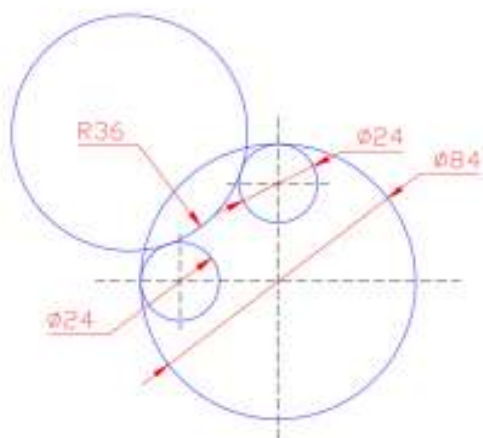
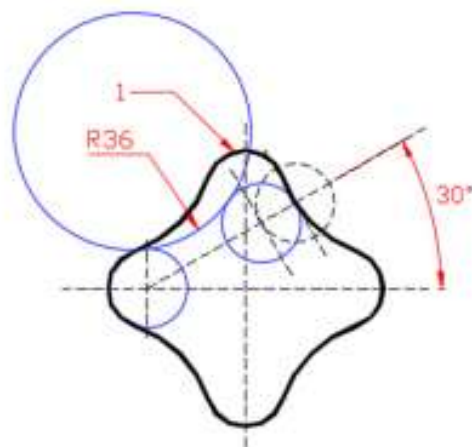
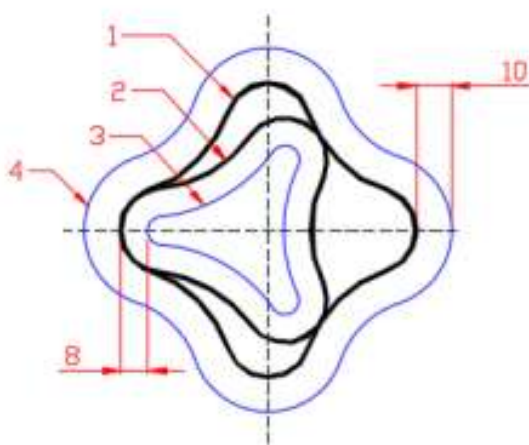
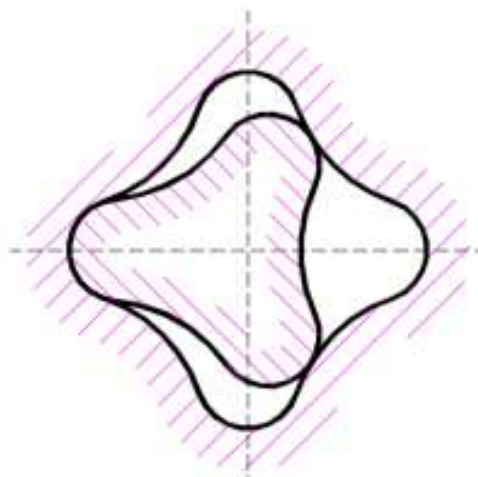

Рис. 2.
Рис. 3.
Рис. 4.
Рис. 5.
14. Самостоятельно выполните построения согласно чертежам на рис.2, рис.3, рис.4 и рис.5.
- 14.1. Вспомогательные построения, показанные на рис.2 и рис.3 используются для построения сопряжения двух окружностей дугой заданного радиуса. Используйте вспомогательные построения на рис.2 для построения фигуры 1 (см. рис.3,4), а на рис.3 для построения фигуры 2 (см. рис.4).
- 14.2. Фигура 1 на рис.4 получена при помощи команды ПОЛИЛИНИЯ. Для рисования вспомогательных построений использовались команды КОПИРОВАТЬ и *Рисование* ⇒ КРУГ ⇒ *Две точки касания, радиус*. Для вспомогательных построений фигуры 2 использовалась команда ЗЕРКАЛО.
- 14.3. Для построения фигур 3, 4, показанных на рис.4 пользуйтесь командой СМЕЩЕНИЕ .
- 14.4. Штриховку на рис.5 нанесёте после знакомства с практической работой №5, в которой подробно описан процесс нанесения штриховок.